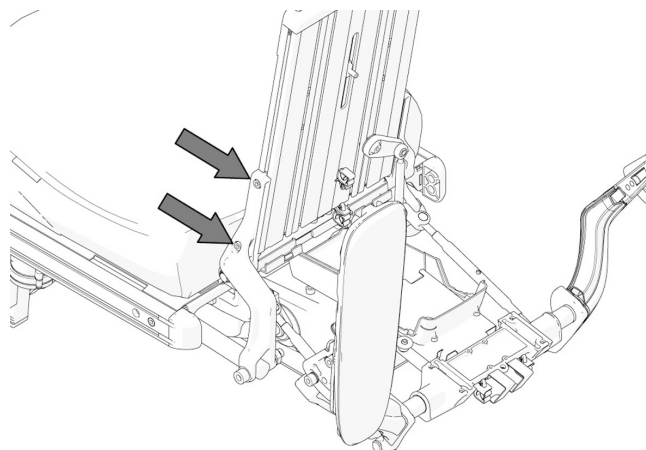

Bild 106. Ryggstödsprofilen sitter monterad med två skruvar på vänster resp. höger sida.
5. Återmontera ryggstödsprofilen genom att passa in dess fästen i profilens spår på vänster resp. höger sida. Skjut profilen nedåt till dess att fästets stoppklack ligger an mot ryggstödsprofilen ände på både vänster resp. höger sida. Fixera ryggstödsprofilen genom att dra åt de två skruvarna på vänster resp. höger sida. Se bild. 106. Dra åt skruven med hjälp av en momentnyckel. **Åtdragningsmoment 9,8 Nm.**